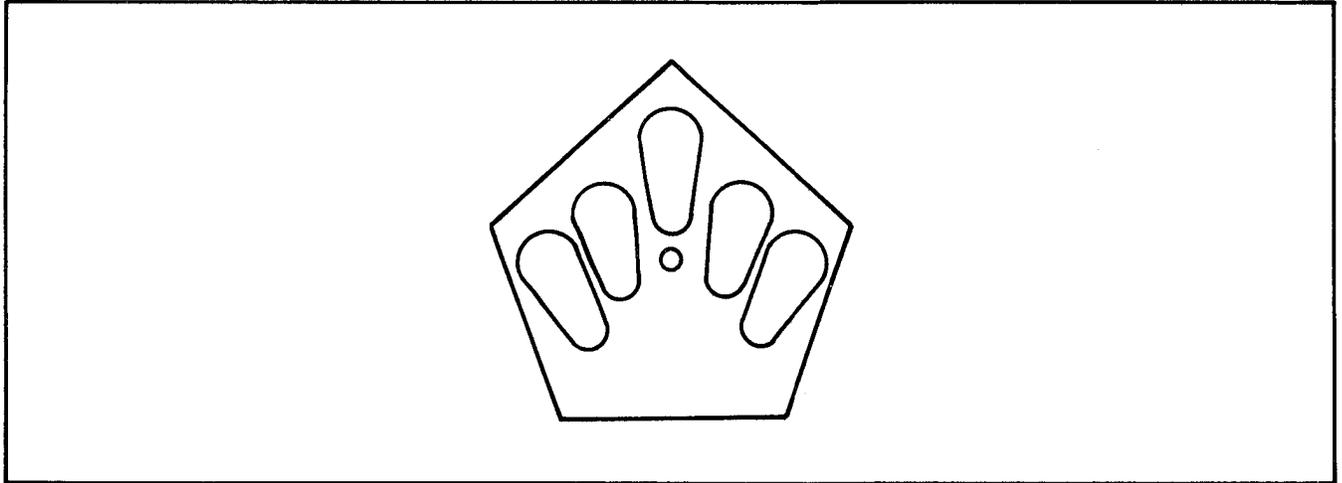

Figure 3-3 Layout of Five-man Tent
25. The following Figures 3-3 and 3-4 show tested methods of positioning air mattress.
25. Les figures 3-3 et 3-4 illustrent deux façons éprouvées de disposer les matelas.